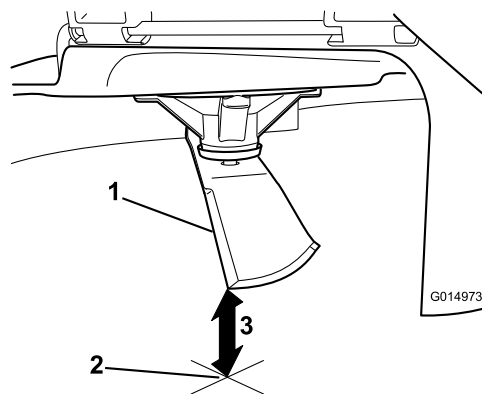

Figura 59
3. Măsurați de la vârful lamei până la suprafața plană (Figura 59).